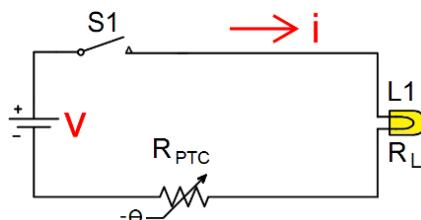

Figura 1.97 – O NTC como atenuador de corrente.
► **Exemplo 15** – Na Figura 1.97, vê-se uma aplicação do PTC como atenuador de corrente de pico. Com o aumento da corrente no circuito (um curto-círcuito na carga, por exemplo), a temperatura nos resistores aumenta – o sensor PTC passa por um auto-aquecimento.